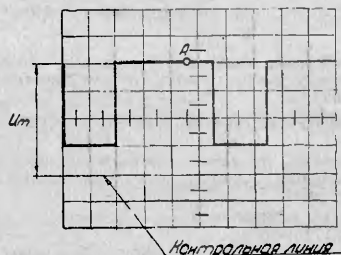

Рис. 3.
Например, измерение производится между контрольной линией и точкой А (рис. 3.).
**Пример.** Допустим, что измеренное расстояние составляет 4 деления (рис. 3), сигнал положительной полярности (изображение находится выше контрольной линии). Переключатель «V/ДЕЛ.» находится в положении «2». При измерении используется делитель напряжения 1:10.